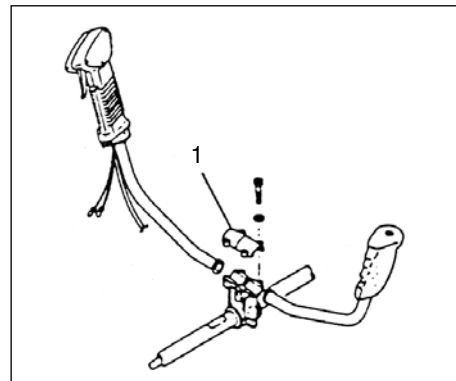

Рис.1-3
Снять с узла крепёжную скобу рукоятки (1). (Рис.1-3)